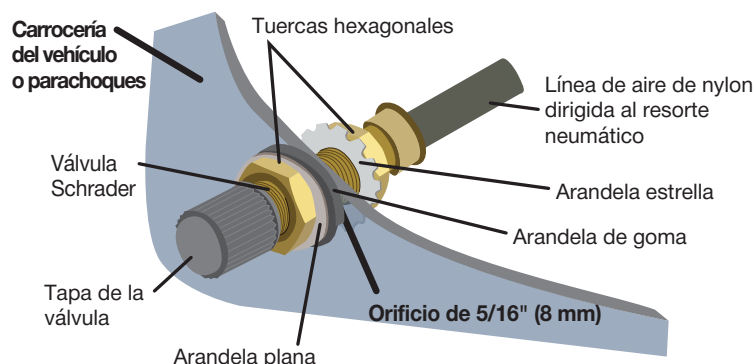

Fig. 6
3. Utilice abrazaderas plásticas (F) para asegurar la línea de aire a puntos fijos a lo largo del chasis. No pellizque ni doble la línea de aire. El radio mínimo de curvatura para la línea de aire es de 1" (25 mm). Deje al menos 2" (50 mm) de holgura en la línea de aire para permitir cualquier movimiento que pueda tirar de ella.
4. Instale la válvula Schrader (Fig. 6) en la ubicación designada. Conecte el otro extremo de la línea de aire a la válvula Schrader.